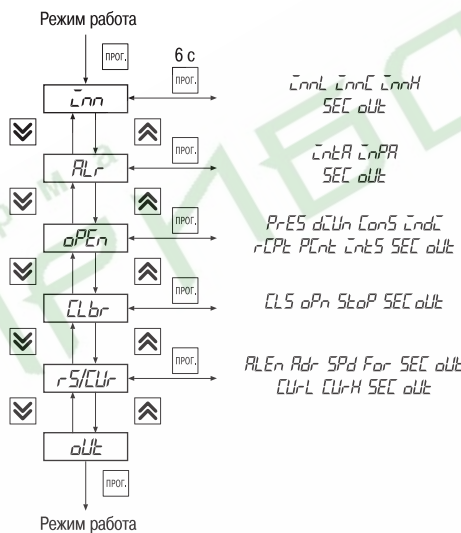

Рис. 17
6.2.2.2. Для входа в режим ПРОГРАММИРОВАНИЕ следует нажать и удерживать кнопку **ПРОГ.**. На цифровом индикаторе появится название первой группы параметров «**Lnn**» (рис.17).